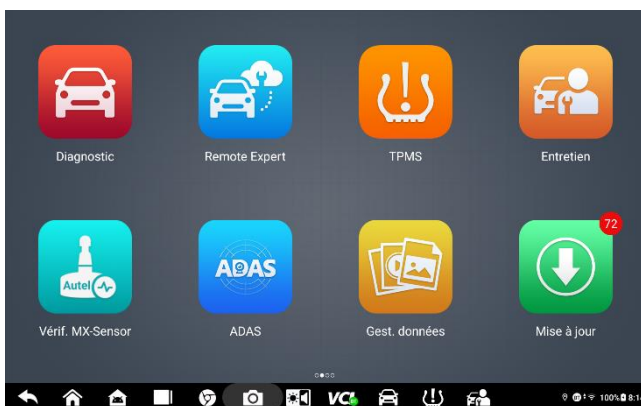

Figure 5-2
1. Appuyez sur le **TPMS** bouton d'application depuis le menu principal MaxiSys (Figure 5-2) . Le menu Véhicule s'affiche.
1. Appuyez sur le bouton de l'application **TPMS** depuis le menu principal MaxiSys (Figure 5-2). Le menu Véhicule s'affiche.